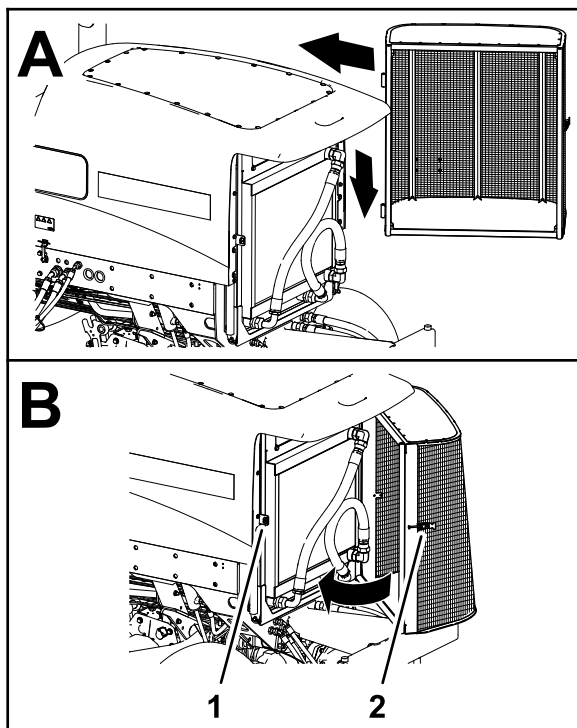

Рисунок 158
- Установите решетку на оси петель (Рисунок 158).